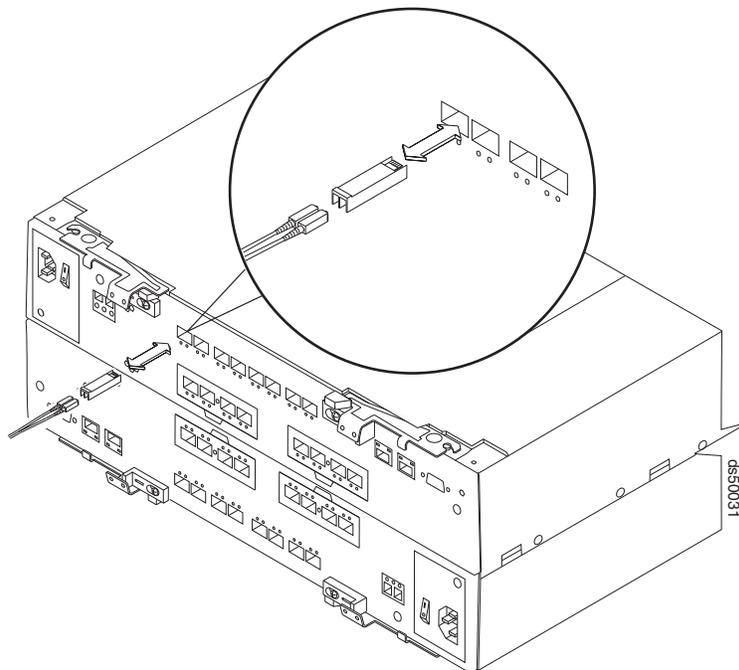

图 125. 更换 SFP 模块
6. 从 SFP 模块断开接口电缆的连接。(图 125 显示 SFP 模块、接口电缆和控制器的背面。)